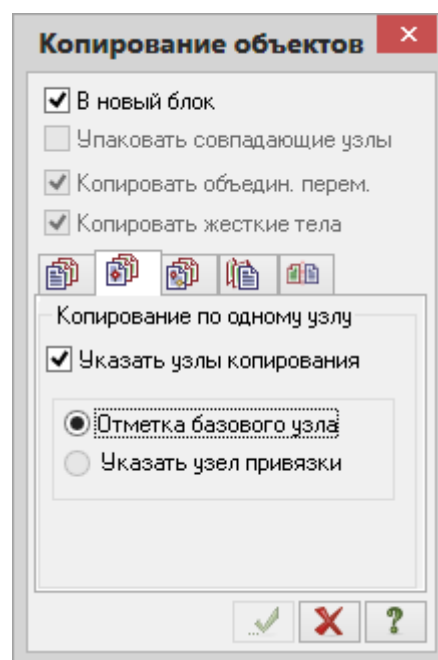

Рис.4.9. Диалоговое окно
- В этом окне перейдите на вторую закладку **Копирование по одному узлу** (рис.4.9).